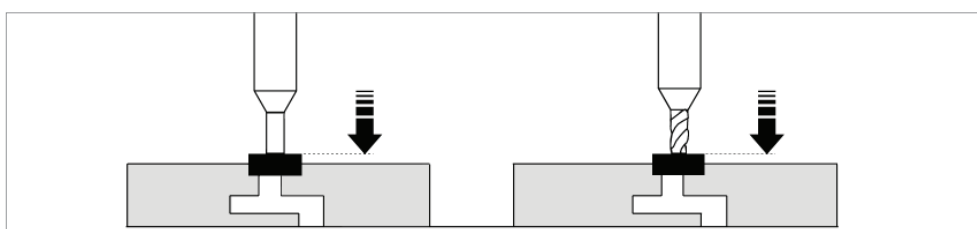

Fig. 19
- 8) Sin soltar la palanca (J), girar la virola mediana (N) en el sentido contrario de las agujas del reloj para que la fresa roce la llave correspondiente en la mordaza derecha (Fig. 19). Soltar la palanca (J) y apagar el motor.
- 9) Sujetar la virola (N) y bloquear la virola inferior (H2).